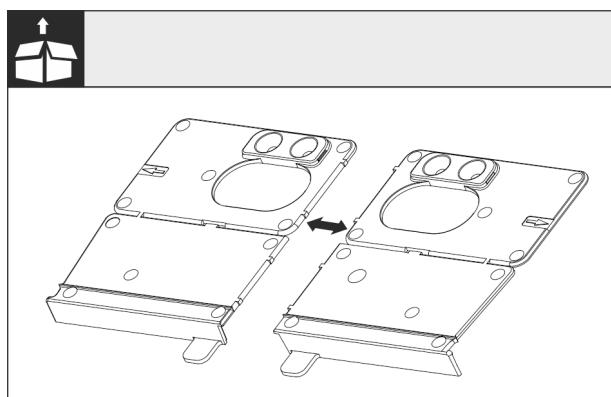

Fig. 24
- Kutt monteringsvinkelen til bunnen Fig. 24 Ø langs perforeringen.